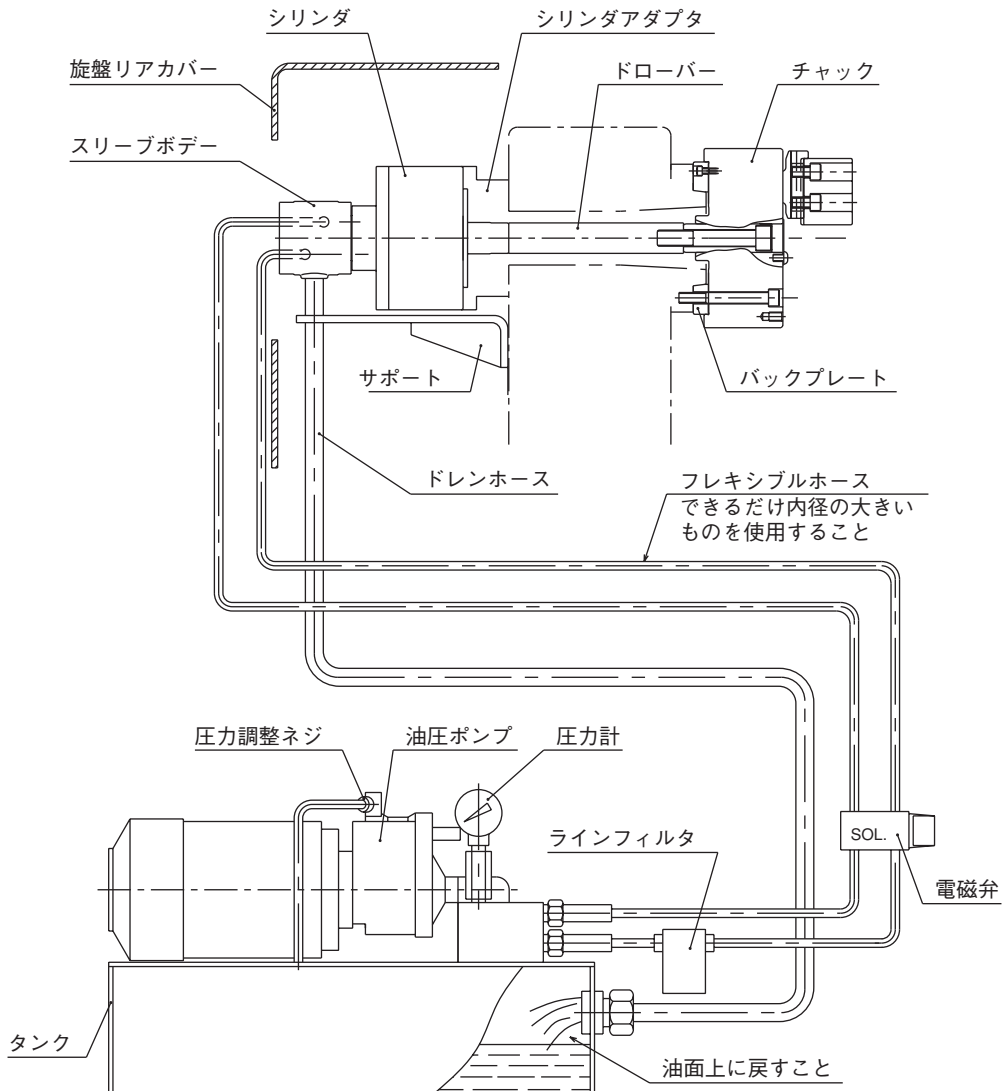

図 17
- ・ドレンは必ず油圧ユニットの油面上に戻すこと。(図17 参照)